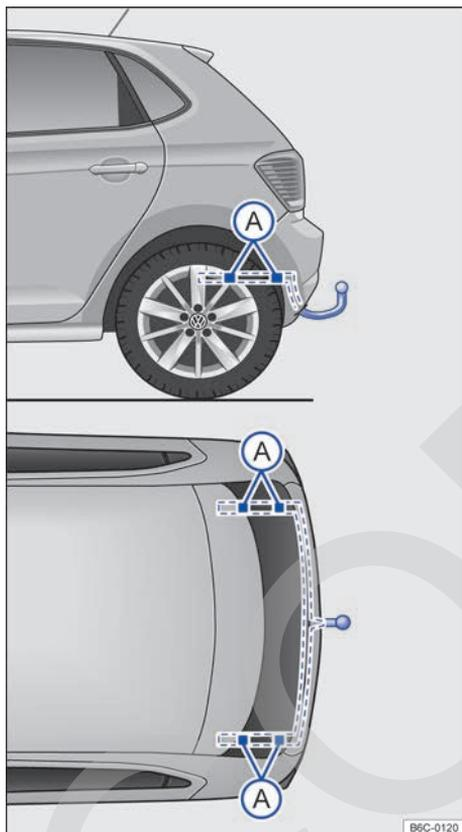

Fig. 118 Puntos de fijación para el montaje posterior de un enganche para remolque.
La figura → fig. 118 muestra, por ejemplo el punto de fijación para el montaje de un dispositivo para remolque del modelo Polo.
El montaje posterior de un enganche para remolque se deberá realizar siguiendo las instrucciones del respectivo fabricante del enganche, siempre respetando los puntos de fijación indicados en la → fig. 118 (A).